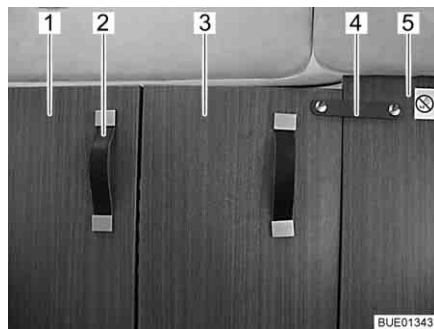

Fig. 58 Separación de la cabina del conductor, cerrada
- Tirar de la separación de la cabina del conductor (Fig. 58,1) con el asidero (Fig. 58,2) completamente hacia atrás.
- Fijar la parte plegable de la separación de la cabina del conductor (Fig. 58,3) con la cinta de seguridad (Fig. 58,4) en la pared intermedia fija (Fig. 58,5), por detrás del asiento del acompañante.